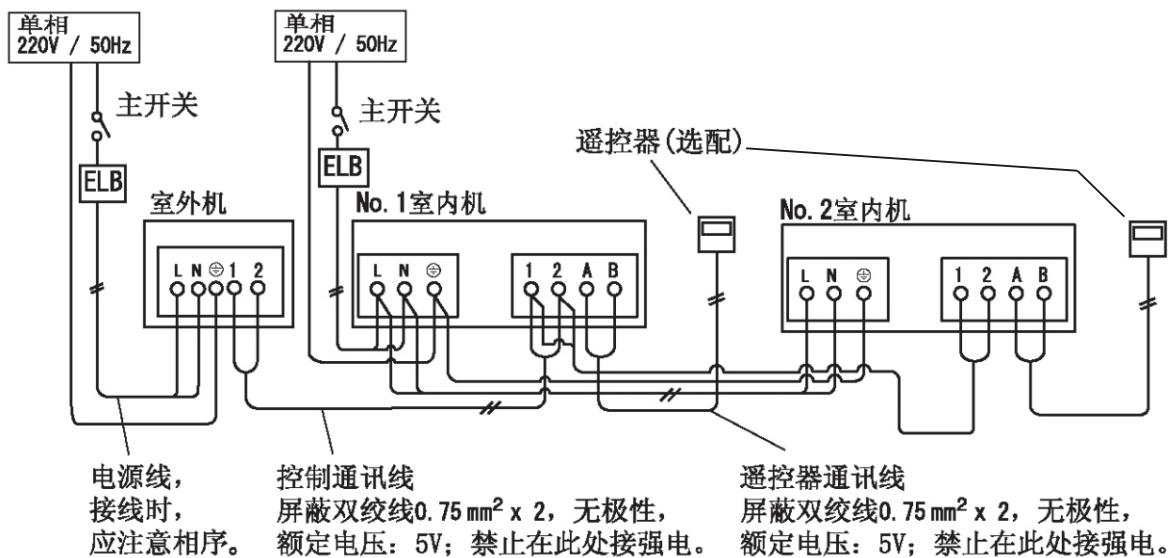

图6.3 单相室外机与室内机之间的接线
(1) 连接电源线到室内机和室外机电气箱内的端子排上。并且连接地线到室外机的电气箱内。
a. 单相机型 RAS-112/140/160FSVNQ室内机和室外机之间的接线参照图6.3。检查确保每个端子排上端子压接线的拉力。